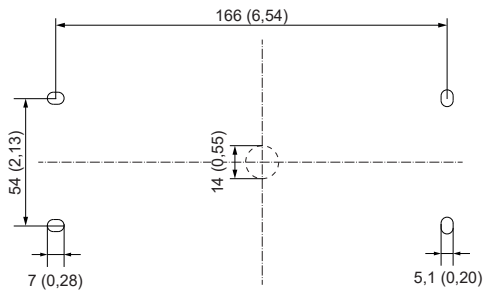
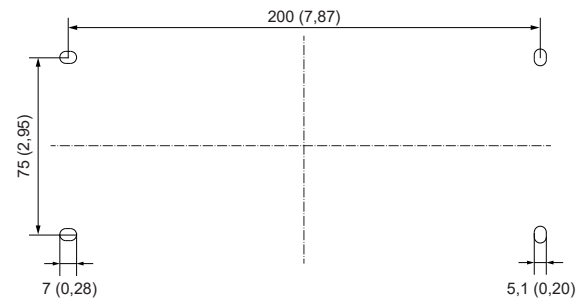

Abb. 24 Bohrschablone für Polycarbonat-Gehäuse
Abb. 25 Bohrschablone für Edelstahl-Gehäuse
- Montagelöcher entsprechend Gehäuse bohren. Siehe Abb. 24 und Abb. 25 unten.